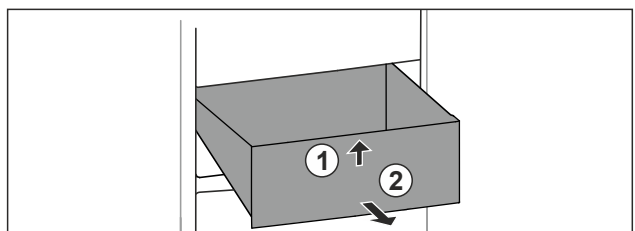

Fig. 75
- Lade aan de voorkant optillen. Fig. 75 (1)
- Lade naar voren toe verwijderen. Fig. 75 (2)